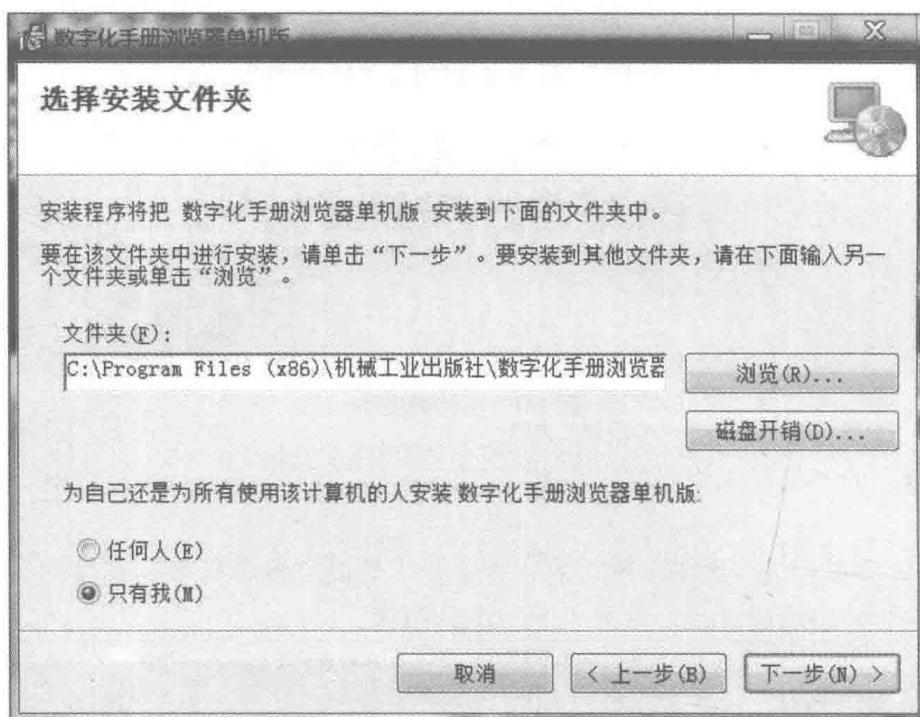

图 1-5 “选择安装文件夹”窗口
5) 进入图 1-5 所示的“选择安装文件夹”窗口。系统推荐的安装目录是“C:\Program Files (x86)\机械工业出版社\数字化手册浏览器单机版”，如果同意安装在此目录下，单击“下一步”按钮。如果希望安装在其他的目录中，单击“浏览”按钮，在弹出的对话框中选择合适的文件夹。根据具体情况选择浏览器是个人使用（单击“只有我”单选框）还是任何人使用（单击“任何人”单选框），然后单击“下一步”按钮。